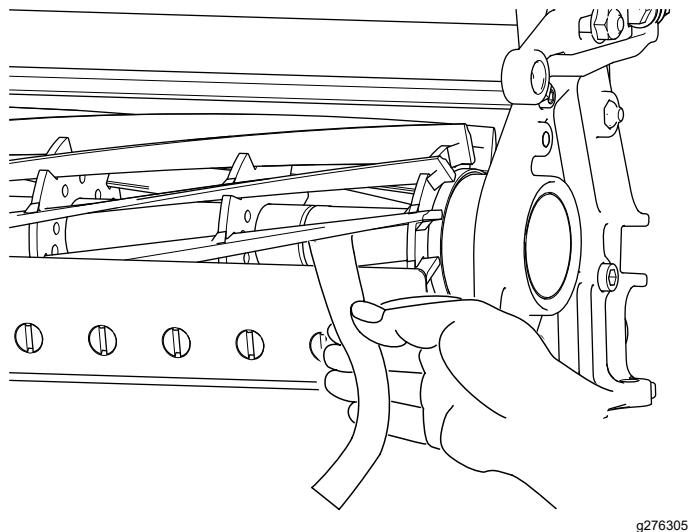

Figura 8
- B. Insira uma fita comprida de papel de desempenho de corte (Peça Toro N.º 125-5610) entre o cilindro e a lâmina de corte, perpendicular à lâmina de corte (Figura 8) e, em seguida, rode **lentamente** o cilindro para a frente; deve cortar o papel; caso contrário, repita os passos A e B até que o faça.
- Insira uma fita comprida de papel de desempenho de corte (Peça Toro N.º 125-5610) entre o cilindro e a lâmina de corte, perpendicular à lâmina de corte (Figura 8) e, em seguida, rode **lentamente** o cilindro para a frente; deve cortar o papel; caso contrário, rode cada parafuso de ajuste da barra de apoio no sentido dos ponteiros do relógio 1 clique e repita este passo até que corte o papel.